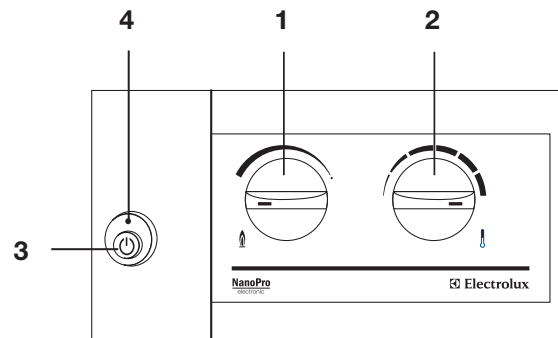

рис. 3
Изменение температуры воды осуществляется с помощью регулятора температуры воды (2) (рис. 3).
Водонагреватель выключится автоматически после закрытия крана горячей воды. Для полного выключения водонагревателя нажмите на кнопочный выключатель (рис. 3).